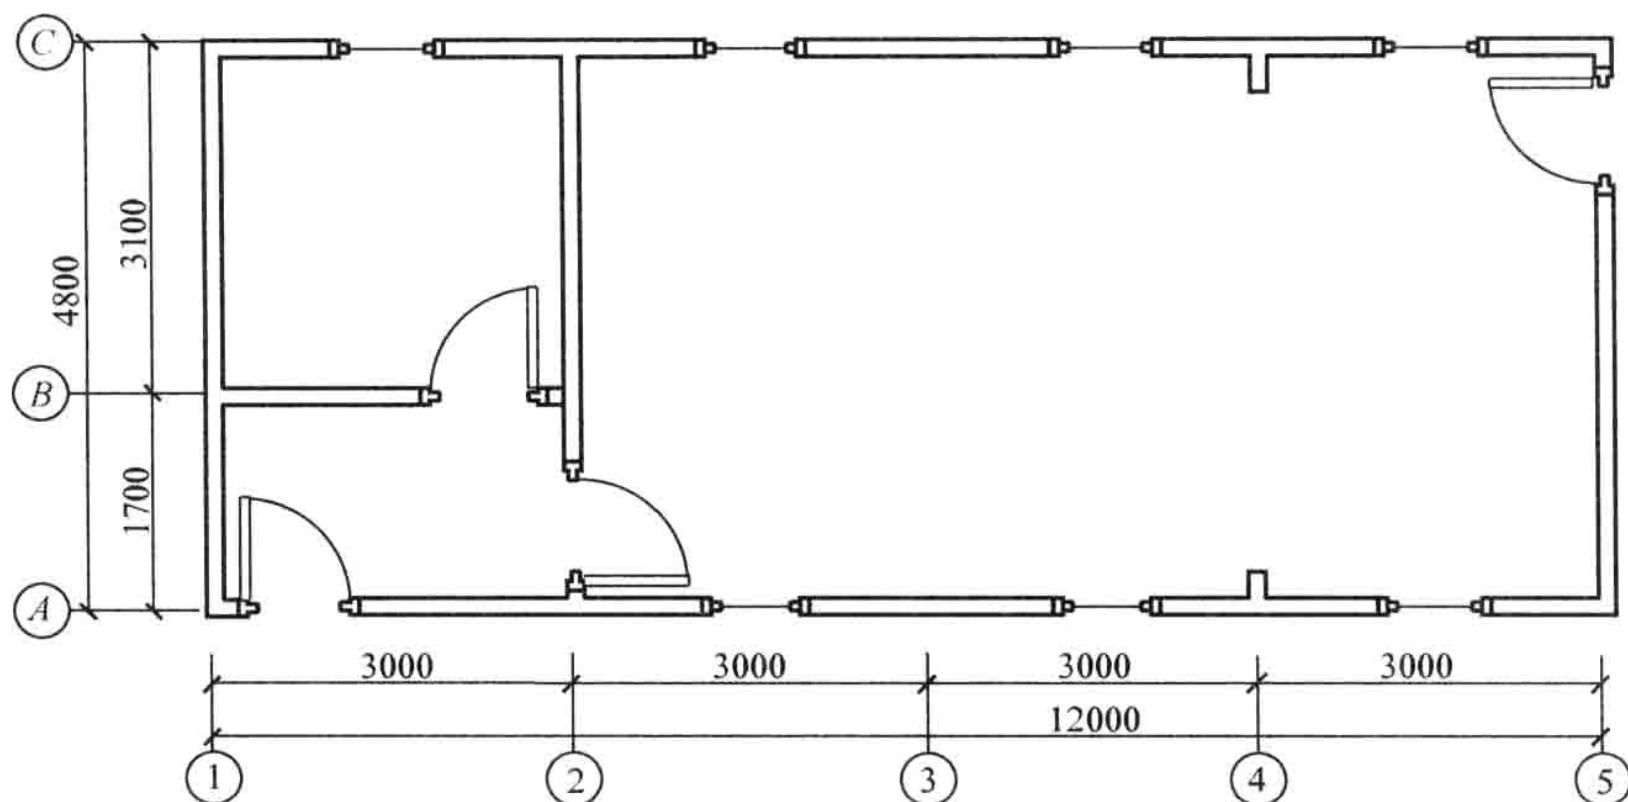

图 1-10 定位轴线标注示例
- (4) 定位轴线：凡承重墙、柱、梁等承重构件的位置所画的轴线，称为定位轴线，如图 1-10 所示。电力、照明和弱电布置等电气工程图通常是在建筑平面、断面图基础上完成的，在这类图纸上一般标建筑物定位轴线。